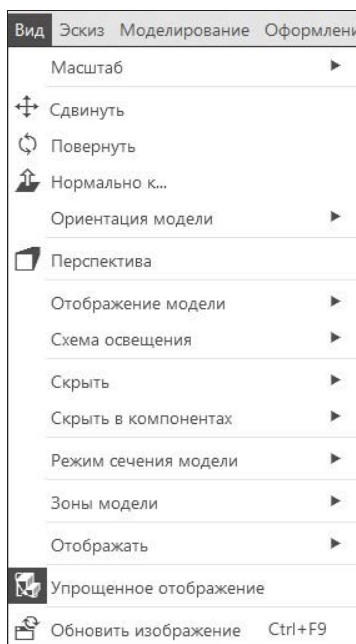

Рис. 18.3. Выпадающее меню пункта Вид
- ◆ **Вид** — содержит команды изменения изображения, а также команды временного скрытия вспомогательных элементов: начала координат, конструктивных плоскостей, конструктивных осей, эскизов, поверхностей и т. д. (рис. 18.3);